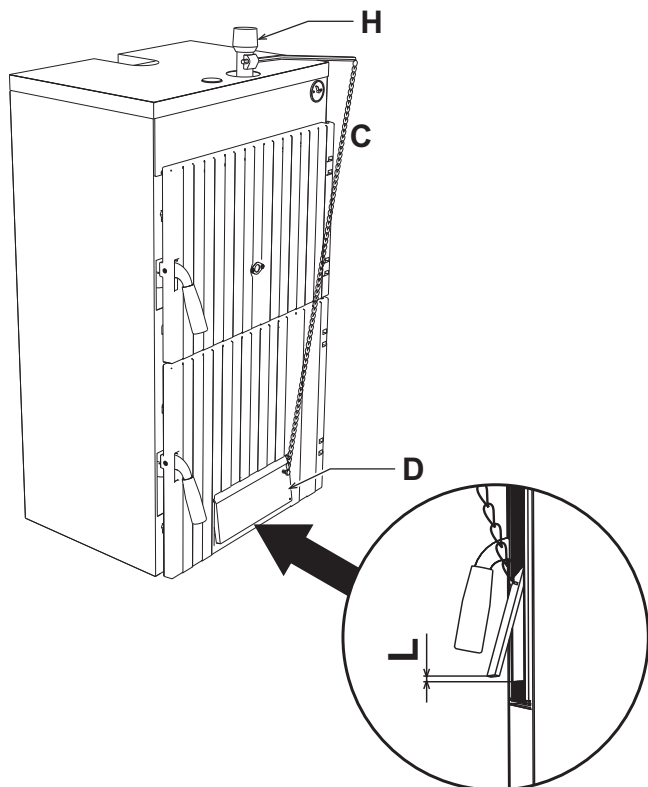

fig. 2 - Montaje
2. Monte el regulador termostático "H" fig. 2.
4. Gire el tornillo de regulación de la tapa de toma de aire de modo que, con la tapa apoyada, quede un paso de aire de 1 - 2 mm como máximo. Con la caldera fría, ajuste el termostato de regulación a 60 °C. Enganche la cadena "C" en la anilla "D" de la tapa de toma de aire y ajuste la longitud a fin de obtener un paso de aire "L" (fig. 2) de 15 mm para coque (III) y de 2 mm para madera.
Regular el tornillo de ajuste de la puerta de toma de aire de modo que, con la puerta apoyada, quede un paso máximo de 1 - 2 mm. Con la caldera fría, poner el termostato de regulación en 60°. Enganchar la cadena fig. 2 al ojal de la puerta de toma de aire regulando la longitud de modo que el paso de aire "L" sea de unos 15 mm para el "coque III" y de 2 mm para la "leña".